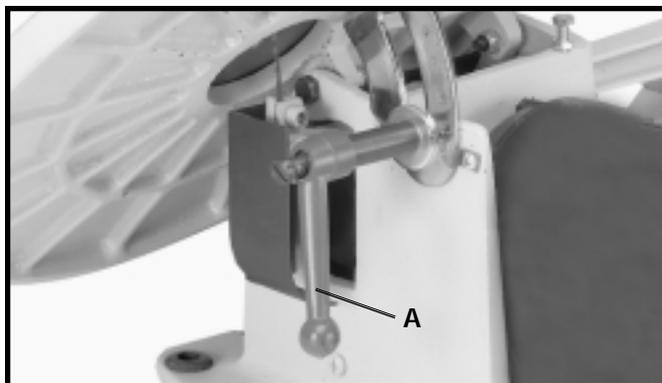

Fig. 30
La table de la scie à chantourner peut être inclinée de 45 degrés à gauche pour les coupes en biseau, et cela se réalise en desserrant la manette de verrouillage de la table (A) fig. 30, en inclinant la table à l'angle voulu et en resserrant la manette de verrouillage (A).